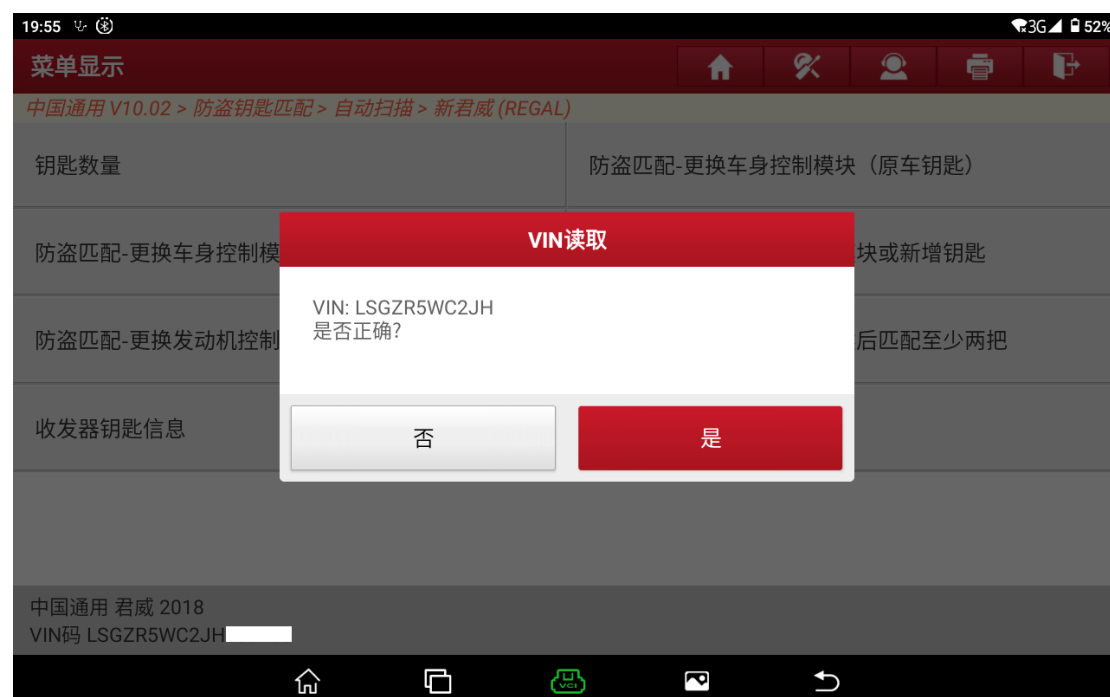

图 16
16. 请确认 VIN 是否正确，如果不正确，点击“否”，否则点击“是”，如图 16。